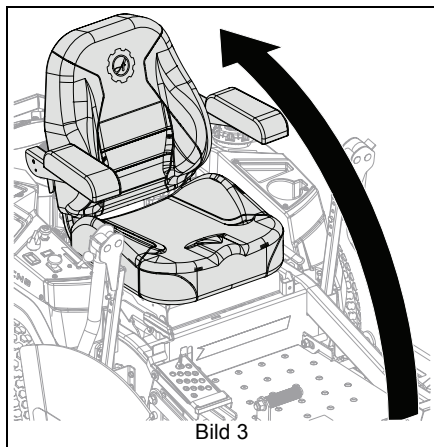

Bild 3
5. Fäll tillbaka sätet till arbetsläge. Se Bild 3.